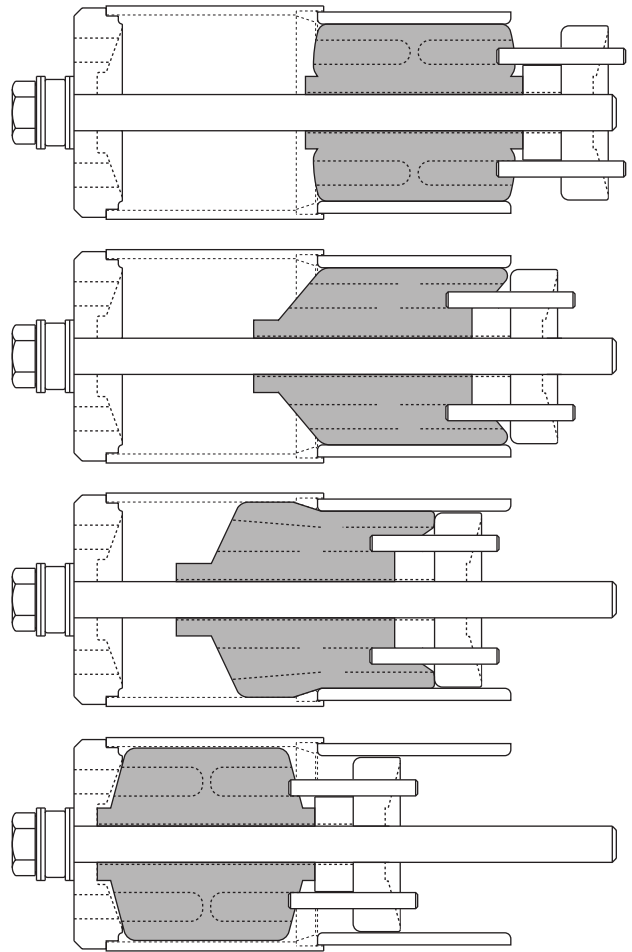

Figura 20. Avance típico del buje mientras el tornillo hexagonal es girado.
15. Utilizando una pistola de impacto de  $\frac{3}{4}$  pulgadas y un dado de impacto para trabajo pesado de  $1\frac{11}{16}$ -pulgadas (seis puntos), remueva el buje girando el tornillo hexagonal a favor de las manecillas del reloj (figura 20). El tiempo normal de removido debe ser de 4 minutos o menos.